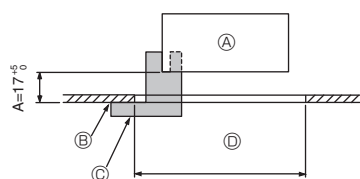
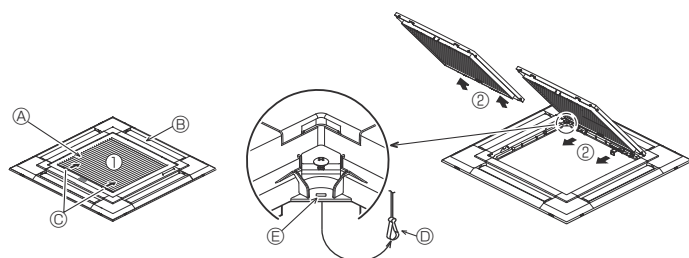
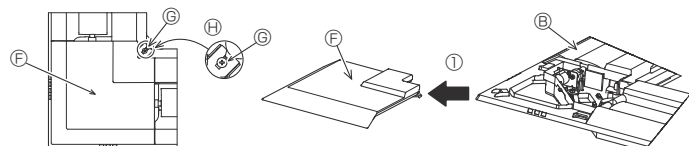

Fig. 9-2
Fig. 9-3
Fig. 9-4
①	Kratka	1	950 × 950 (mm)
②	Przymiar montażowy	1	(złożony z 4 części)
③	Śruba (4 × 16)	1	Do PLP-6EAE, PLP-6EALME, PLP-6EALME
④	Panel narożny czujnika i-see	1	Do PLP-6EAE, PLP-6EALME, PLP-6EALME
⑤	Bezprzewodowy pilot zdalnego sterowania	1	Do PLP-6EALM, PLP-6EALME
⑥	Uchwyt pilota zdalnego sterowania	1	Dołączone, gdy jest wyposażona w bezprzewodowego pilota zdalnego sterowania.
⑦	Baterie LR6 AA	2	Dołączone, gdy jest wyposażona w bezprzewodowego pilota zdalnego sterowania.
⑧	Wkręty samogwintujące 3,5 × 16	2	Dołączone, gdy jest wyposażona w bezprzewodowego pilota zdalnego sterowania.
9.2. Przygotowania do zamocowania kratki (Fig. 9-2)
- Używając przymiaru ② dostarczonego z zestawem, należy ustawić i sprawdzić położenie urządzenia głównego w stosunku do powierzchni sufitu. Jeśli urządzenie główne jest nieprawidłowo ustawione względem powierzchni sufitu, może dojść do wypływu powietrza lub gromadzenia się skroplin.
- Ⓒ Przymiar montażowy ② (wsunięty do urządzenia głównego)
9.2.1. Demontaż kratki wlotowej (Fig. 9-3)
- Przesunąć dźwignię w kierunku wskazanym przez strzałkę ①, aby otworzyć kratkę wlotową.
- Gdy kratka wlotowa jest w pozycji otwartej, należy usunąć zawias kratki wlotowej z kratki w sposób pokazany przez strzałki ②.
9.2.2. Demontaż panelu narożnego (Fig. 9-4)
- Odkręcić 4 śruby na narożniku. Przesunąć panel narożny w kierunku wskazywanym przez strzałkę ① na rysunku, aby go zdemontować.
[Fig. 9-3] [Fig. 9-4]